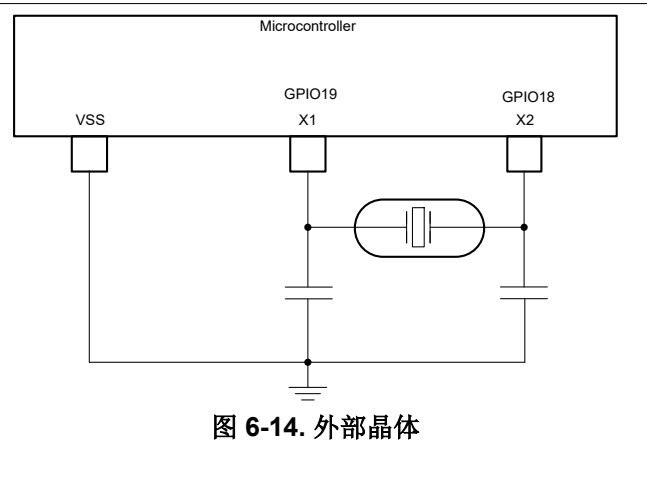

图 6-14. 外部晶体
- 外部晶体。如图 6-14 所示，晶体应连接在 X1 和 X2 之间，其负载电容器连接至 VSS。